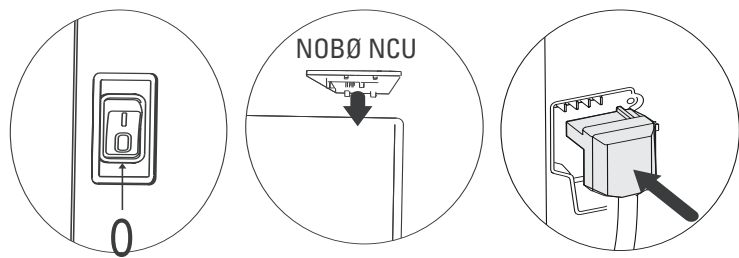

Рис.5
**5-1). Электронный термостат:** Термостат **NCU-1S** предназначен для использования с моделями обогревателей **Nobø** серии **Viking NFK4**. Термостат поставляется в собранном виде, и замена должна осуществляться квалифицированным специалистом. Во время установки термостата прибор должен быть отключен от сети электропитания. На рис. 5 ниже показано, как установить термостат и подключить электропитание.